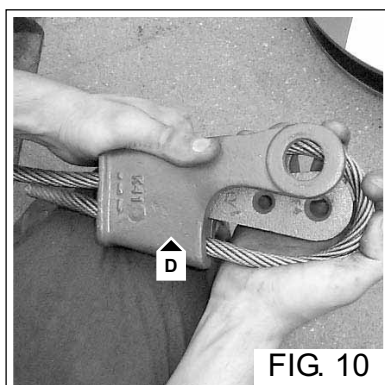
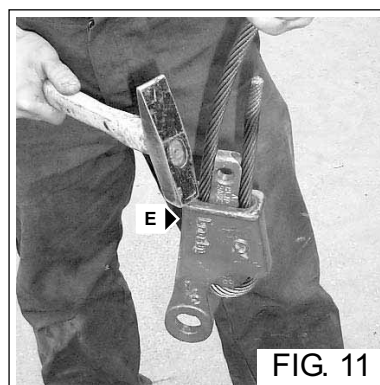

FIG. 10
FIG. 11
- Introduire la corde dans le ferme-câble (Fig. 10 - Réf. D) et la bloquer correctement en donnant quelques coups de marteau sur les deux côtés de l'ensemble (Fig. 11 - Réf. E).
- Insert the rope in the cable clamp (Fig. 10 - Ref. D) and block it properly by tapping with a hammer on both sides of the assembly (Fig. 11 - Ref. E).
- Introducir el cable en el bloqueo-cable (Fig. 10 - Ref. D) y bloquearlo correctamente dando algunos golpes con martillo en ambos lados (Fig. 11 - Ref. E).